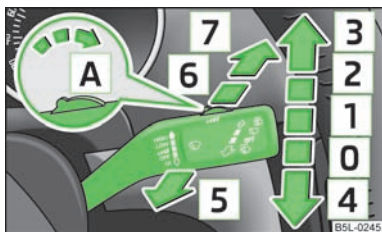

Fig. 36
- Si está conectado el barrido lento [2] » fig. 36 o rápido [3] y la velocidad del vehículo disminuye por debajo de 4 km/h se conectará la velocidad de barrido inmediatamente inferior. En caso de aumentar la velocidad a más de 8 km/h se restablecerá el anterior barrido.
- Si se desea limpiar el parabrisas sólo **brevemente**, empujar la palanca a la posición de suspensión elástica [4] » fig. 36. Si se mantiene la palanca en la posición inferior durante más de 1 segundo, el limpiaparabrisas funcionará con mayor rapidez.
Si la palanca del limpiaparabrisas está en la posición **2** » fig. 36 o **3**, y se circula a una velocidad superior a 5 km/h, se produce un barrido en la luneta posterior cada 30 segundos o 10 segundos.
- Presionar durante 5 segundos cinco veces la palanca de mando en la posición **6** » fig. 36.
Los faros se limpiarán después del primer y tras cada quinto rociado del parabrisas si está conectada la luz de cruce o de carretera y se ha mantenido la palanca del limpiaparabrisas durante aprox. 1 segundo en la posición **5** » fig. 36.
- A continuación, empujar en el transcurso de 10 segundos la palanca del limpiaparabrisas a la posición **4** » fig. 36 - los brazos de las escobillas se desplazarán a la posición de servicio.